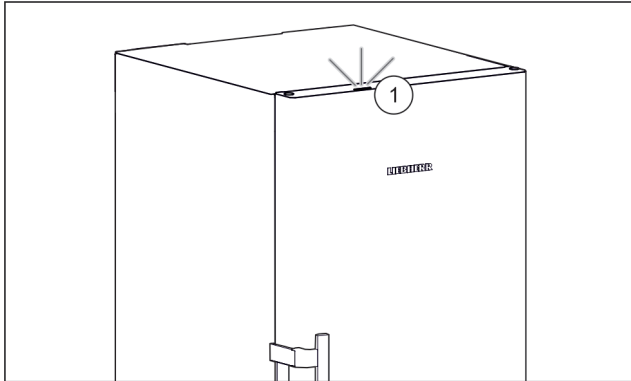

Fig. 36 Aktiv statuslampa när dörren är stängd
- ▷ Statuslampan Fig. 36 (1) är aktiverad.